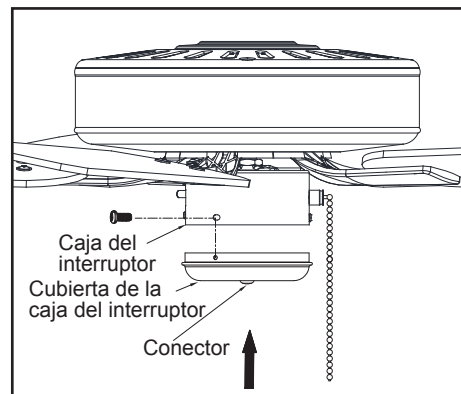

Figura 19
4. Coloca la cubierta de la carcasa del interruptor sobre esta y reinstala los tornillos de montaje del kit de luces (Figura 19).